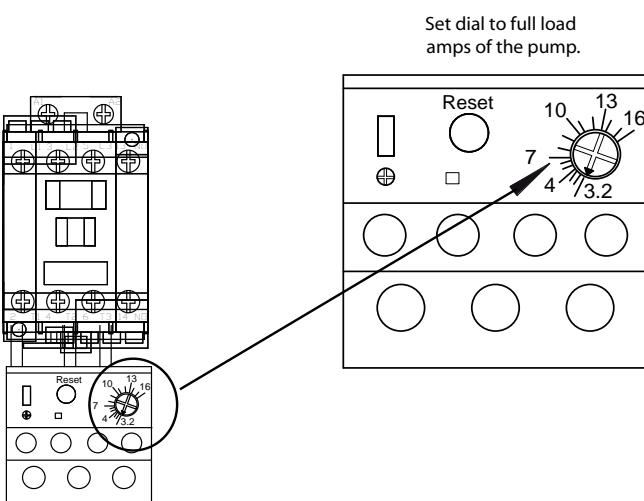

FIGURE 3
4. For models with an overload relay, set the relay dial to the full load amps of the pump (Figure 3).
5. Créer une boucle d'égouttement avec le cordon (Figure 3), puis brancher le cordon à une prise de courant.
- Créer une boucle d'égouttement avec le cordon (Figure 3), puis brancher le cordon à une prise de courant.